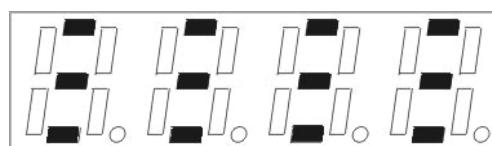

Рисунок 7
- Нажать кнопку «ВЫБОР СКОРОСТИ» для записи значения скорости в память прибора. В процессе записи на экране присутствуют три ряда штрихов (рисунок 7).